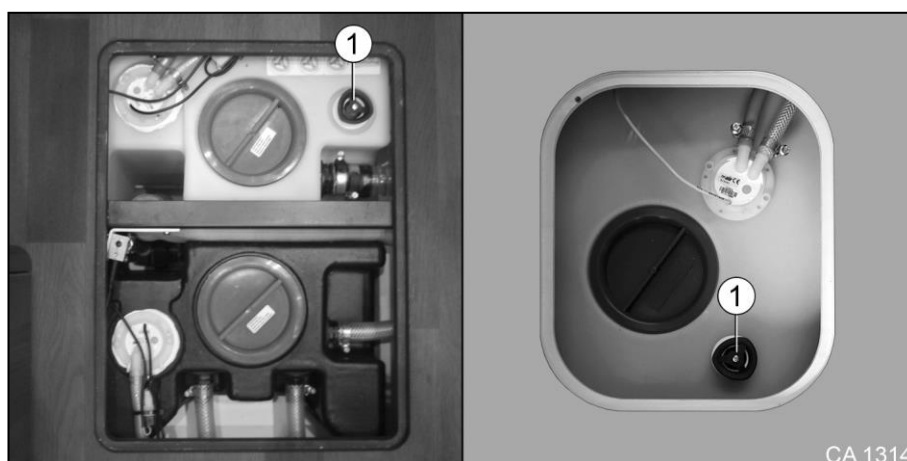

Fig. 139 Vidanger le réservoir d'eau fraîche
2. Ouvrir le robinet de vidange du réservoir d'eau fraîche (Fig. 139/1). L'eau résiduelle s'écoule vers le bas.
4. Fermer le robinet de vidange du réservoir d'eau fraîche (Fig. 139/1).